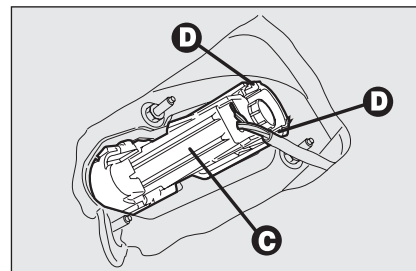

fig. 38
- estrarre il gruppo portalampade **C-fig. 38** agendo sulle linguette di ritegno **D**.
- reinserire il gruppo portalampade fissandolo correttamente in posizione mediante le linguette di ritegno **D-fig. 38**;